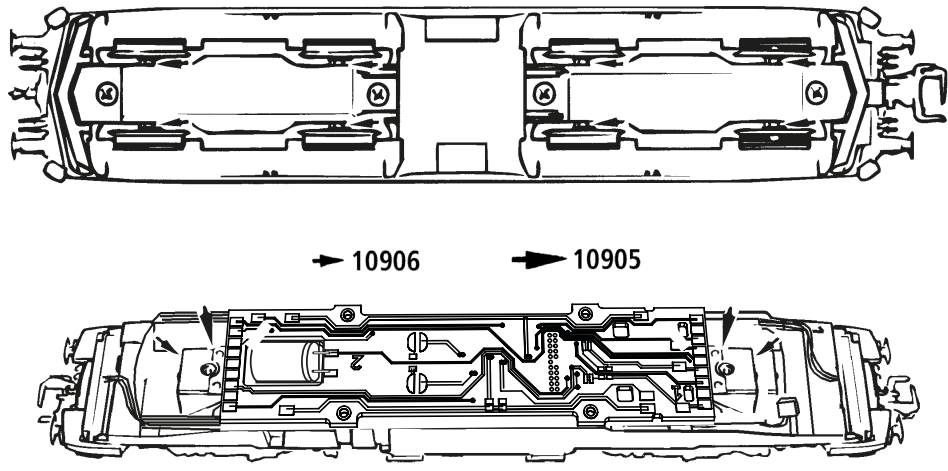

Fig. 6
**3. Haftreifenwechsel:** Zuerst den Getriebedeckel abnehmen (Fig. 6). Danach den **Radsatz** herausnehmen und die **Haftreifen** mit einer Nadel od. mit einem feinen Schraubendreher abziehen (Fig. 6). Beim Aufziehen der neuen Haftreifen darauf achten, dass diese sich nicht verdrehen.
**3. Change of traction tyre:** Remove the gear cover (fig. 6). Take out **wheel set** and remove **traction tyre** using a pin or a fine screwdriver (fig. 6). When pressing on the new traction tyre please **avoid twisting it**.
**3. Échange des bandages d'adhérence:** Démontez d'abord **le couvercle du carter des engrenages** des en-grenages (fig. 6). Délogez ensuite les essieux ban-dagées et enlevez, à l'aide d'une aiguille ou d'un tourne-vis fin, les bandages d'adhérence (fig. 6). Lors du montage des nouveaux bandages veuillez veiller à ce que les bandages **ne soient pas tor-dués**.